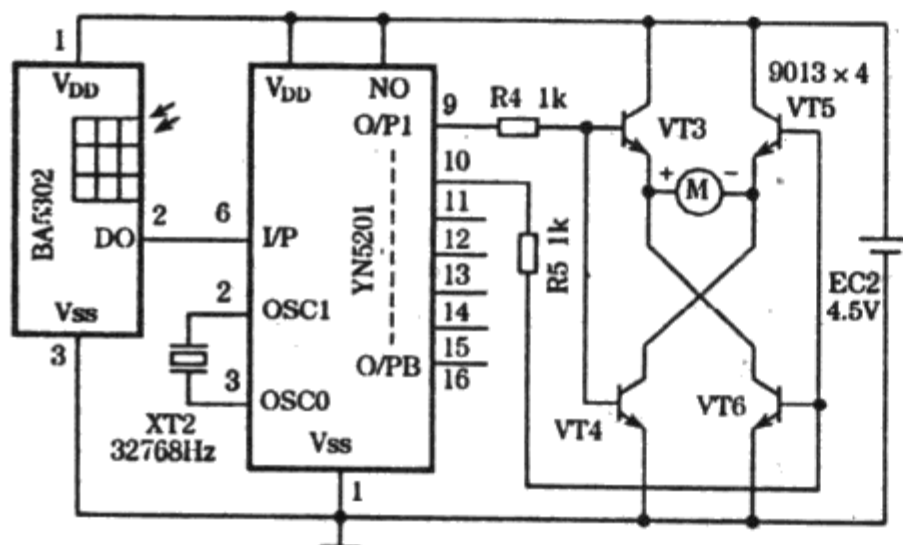

图2
BA5302解调出的编码控制信号由YN5201第⑥脚输入，译码后由第⑨~⑯脚并行输出，并与编码器YN5101第①~⑯脚输入一一对应。比如将编码开关S1向上拨，则YN5201第⑨脚输出高电平，VT3、VT4导通，电机M正转，拖动窗帘动作；若将S1向下拨，YN5201第⑯脚输出高电平，VT5、VT6导通，电机M反转，拖动窗帘作相反动作。图2只画出一个电动窗帘的控制电路，若再配上同样的接收电路，并选择适当的控制输出端口，便可通过S2~S4遥控其它的电动窗帘。